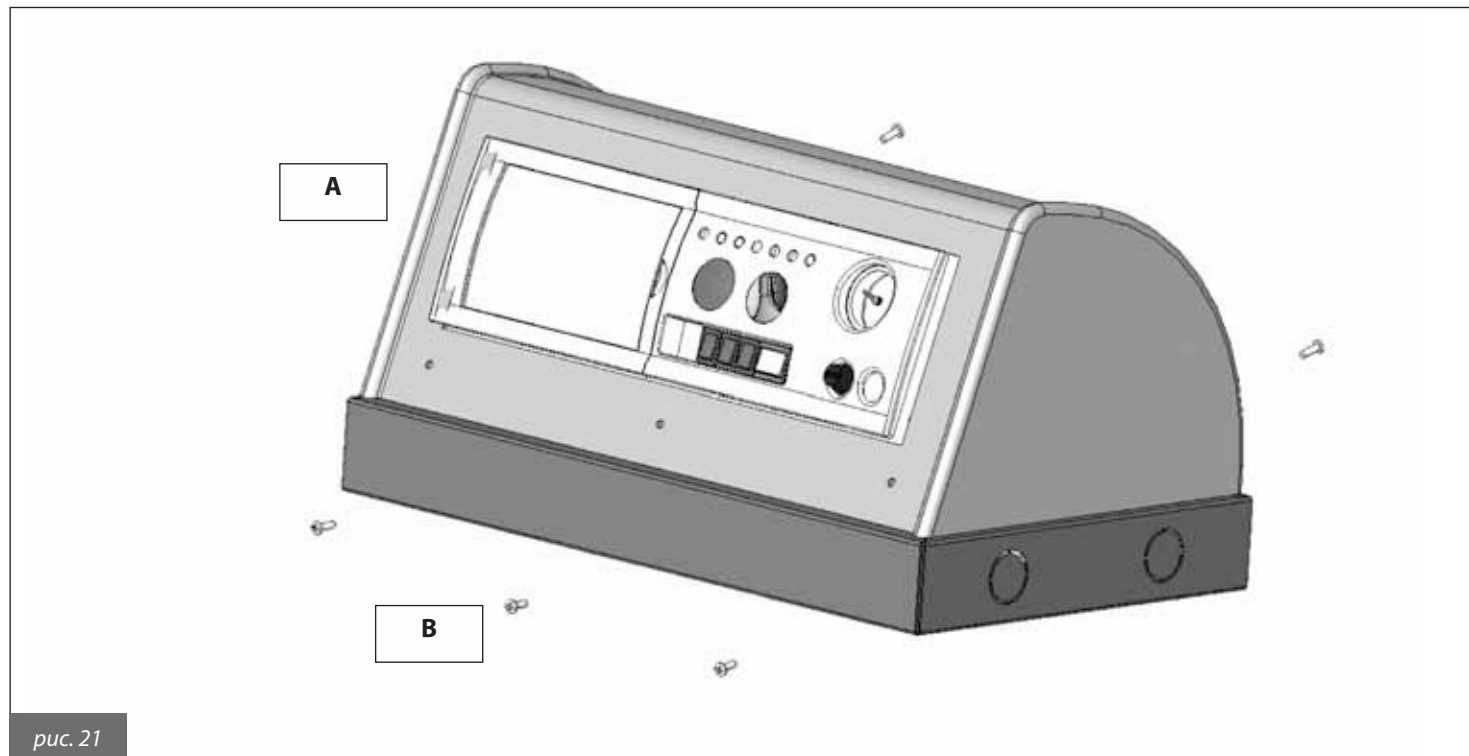

рис. 21
- 2) установить в исходное положение верхнюю (защитную) часть корпуса пульта (А, рис. 21), закрепив ее с помощью соответствующих винтов (В, рис. 21);